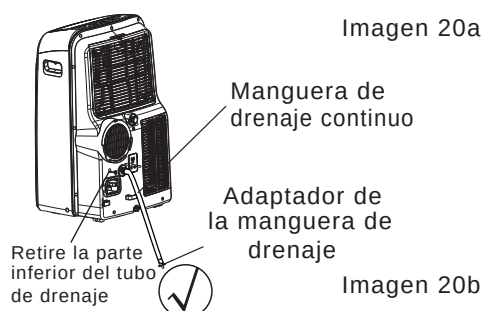

Imagen 20b
- En modo bomba de calor, retire la parte inferior del tubo de drenaje de la parte trasera de la unidad e instale el conector de drenaje (5/8" universal hembra) con la manguera 3/4". Para los modelos sin conector de drenaje, únicamente conecte la manguera de drenaje al orificio de entrada (imagen 20b).